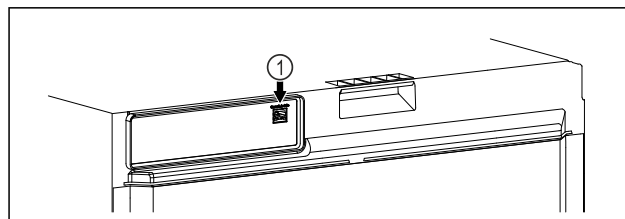

Fig. 127
- ☐ SmartModule Fig. 127 (1) ist eingesetzt.